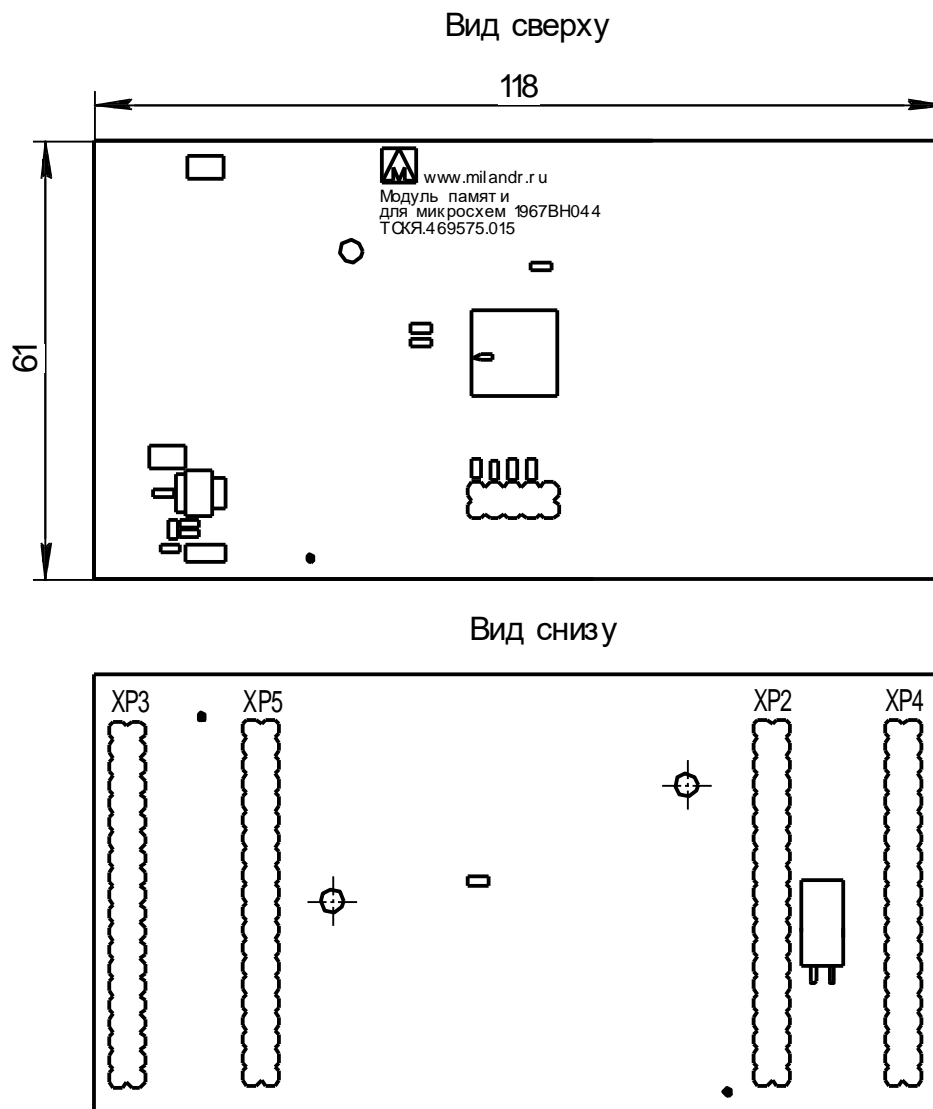

Рисунок 9 – Модуль памяти
- подключить разъемы XP2-XP5 модуля памяти (см. рисунок 9) к разъемам XS4-XS7 модуля отладочного (см. рисунок 4);